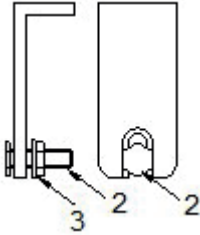

Abb. 22: Tuchstützdrahtwinkel
- » Schieben Sie die Schrauben (2 – Abb. 22) in den Schlitz der schon montierten Tuchstützdrahtwinkel und ziehen Sie die Muttern (3 – Abb. 22) fest.